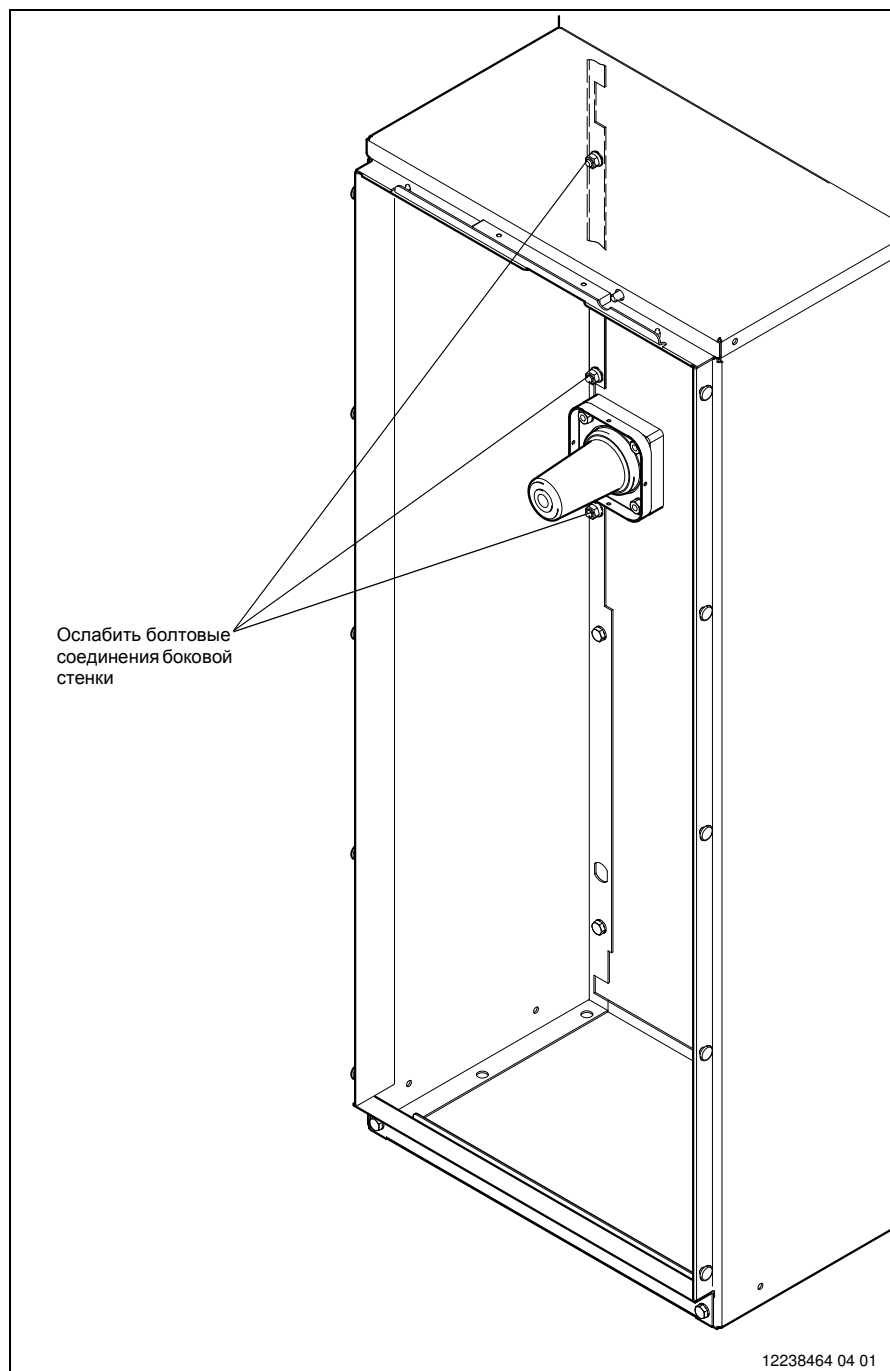

Рис. 15
- Для этого ослабьте болтовые соединения левой боковой стенки кабельного отсека (Рис. 15).